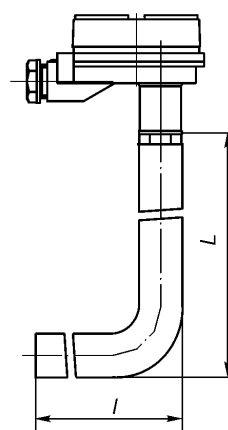

Рис.6*.
*Термопреобразователи ТХА Метран-201 по рис.6 предназначены также для измерения температуры в ваннах с расплавами металлов и солей, не разрушающих материал защитной арматуры.